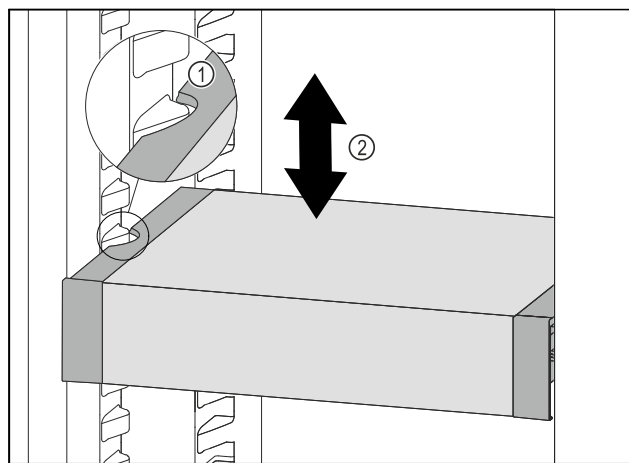

Fig. 121
- Táhněte VarioSafe dopředu, dokud nebudou boční vybrání VarioSafe na úrovni žebrování na nádoby v chladničce. Fig. 121 (1)
- Posouvejte VarioSafe v chladničce nahoru nebo dolů, dokud nedosáhnete požadované výšky. Fig. 121 (2)